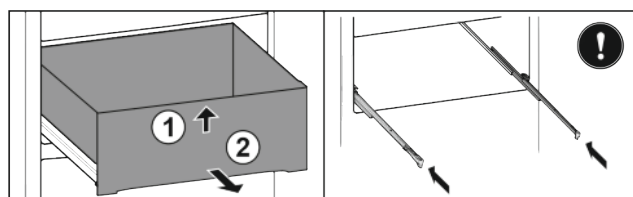

Fig. 35
- Nadvihnite zásuvku dopredu *Fig. 35 (1)*.
- Odoberte ju dopredu *Fig. 35 (2)*.